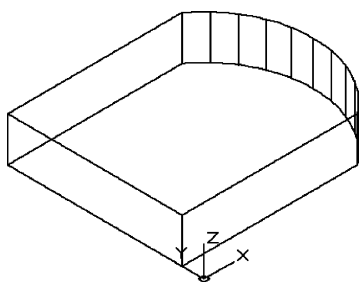

图 13-15 剖切后的实体
(6) 单击“三维工具”选项卡“实体编辑”面板中的“剖切”按钮，以 ZX 面为剖切面，分别指定剖切面上的点为 (0,10,0) 及 (0,90,0)，对实体进行对称剖切，保留实体中部。结果如图 13-15 所示。